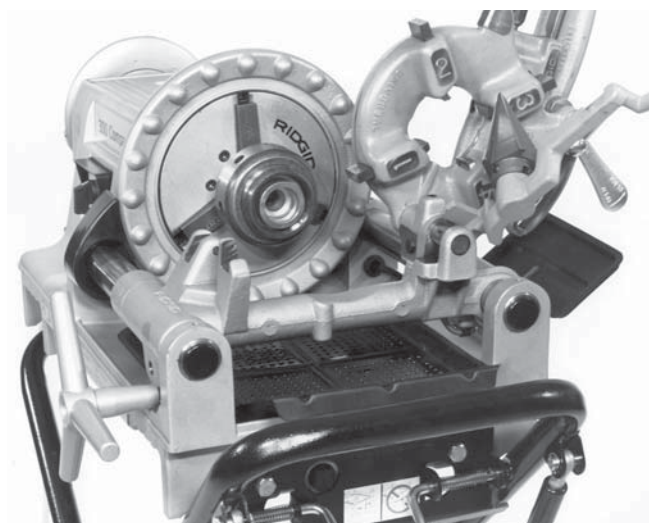

Рисунок 15 – Вставьте патрон для патрубков в станок
2. Установите патрон для патрубков (рисунок 15) в патрон станка, зажимая канавки кулачков. Затяните патрон резким вращением маховика